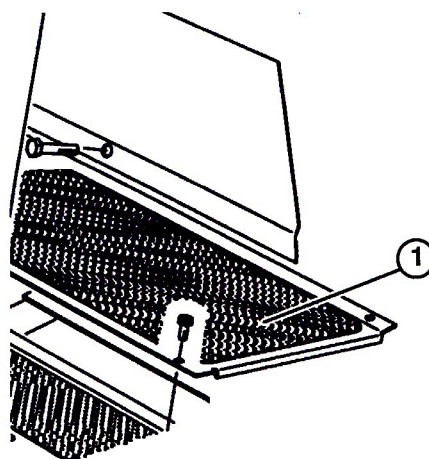

図 5
1. フロア・パネルの左前隅の固定ボルトを取り外す (図5)。
2. 付属部品のフランジヘッド・キャップスクリュ (5/16 × 5/8 in) を取り付ける (図5)。